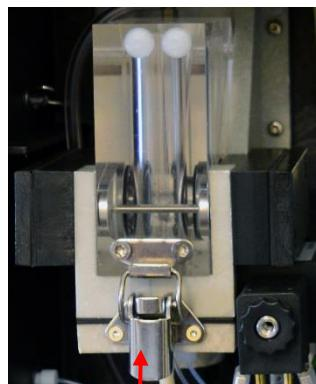

Figura 33
4. Desbloquee el bloqueo tensor (véase la figura 33), incline la cámara de medición hacia arriba y extrágala.